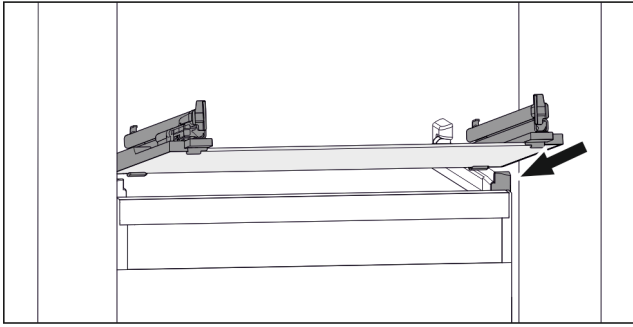

Fig. 77 Beispielhafte Darstellung der Glasplatte
- ▶ Glasplatte schräg hinter den Stopperrn aufsetzen. (siehe Fig. 77)